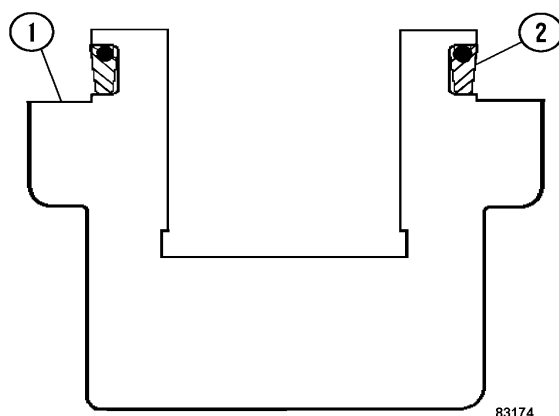

FIGURA 6-15. INSTALACIÓN DEL SELLO
2. Retire la cubierta (1, Figura 6-15). Desconecte el cableado eléctrico del interruptor de precarga de nitrógeno (10).
3. Retire la protección de la válvula de carga y suelte el hexagonal pequeño en la válvula de carga (9) tres vueltas completas. Quite presión al núcleo de la válvula hasta que se haya aliviado toda la presión del nitrógeno.
1. Eleve el acumulador a su posición en el soporte de montaje (7, Figura 6-15). El acumulador se debe posicionar de forma que permita el acceso a la válvula de carga (9).
2. Asegure los acumuladores al soporte de montaje (7) usando abrazaderas de montaje (4), pernos, arandelas de seguridad y tuercas. Apriete los pernos al torque estándar.
3. Conecte el cableado eléctrico al interruptor de presión de precarga de nitrógeno (10). Vuelva a conectar la línea de aceite (8) al fondo del acumulador.
5. Revise si hay filtraciones en la válvula de carga (9), el interruptor de precarga (10) y el conjunto de la válvula de retención (11), usando una solución de jabón.
3. Retire el espaciador (9), luego empuje el conjunto del puerto hidráulico dentro del cuerpo.
4. Introduzca su mano dentro del cuerpo del acumulador y saque la junta tórica de refuerzo (8), junta tórica (7) y la arandela de refuerzo de metal (6). Separe el anillo anti extrusión (3) del puerto hidráulico. Doble el anillo anti-extrusión y sáquelo del cuerpo (Figura 6-15).